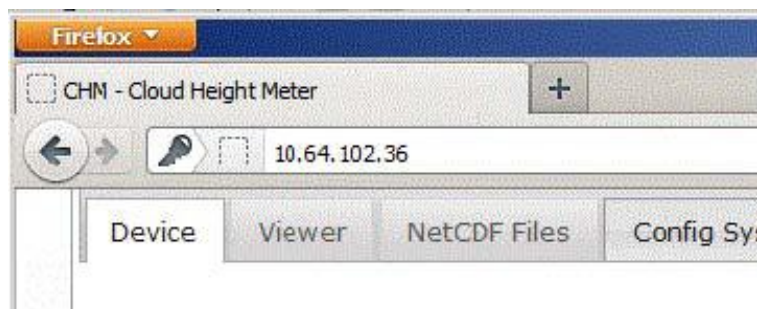

Abbildung 14 Firefox-Browser für eine Verbindung mit dem CHM8k (hier mit einer festen IP-Adresse)
4. Die Serviceadresse (1) kann durch den Anwender nicht geändert werden. Diese ist immer verfügbar und kann als direkte Verbindung zwischen einem Laptop und dem CHM 8k verwendet werden. Die Adresse (3) kann in einen Web-Browser (siehe *Abbildung 14*) zur Kommunikation mit dem Gerät eingegeben werden. *Abbildung 19* zeigt den „Config Network“-Tab im Internet-Browser Firefox. Die Änderung der Anwender-IP-Adresse (3) erfordert eine Superuser-Berechtigung.